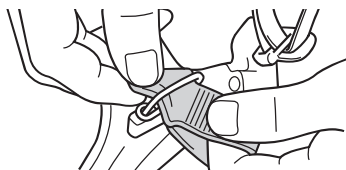

図74 しめひもを外す
1. 左右4カ所については、門環から、しめひもを外します。(図74 参照)